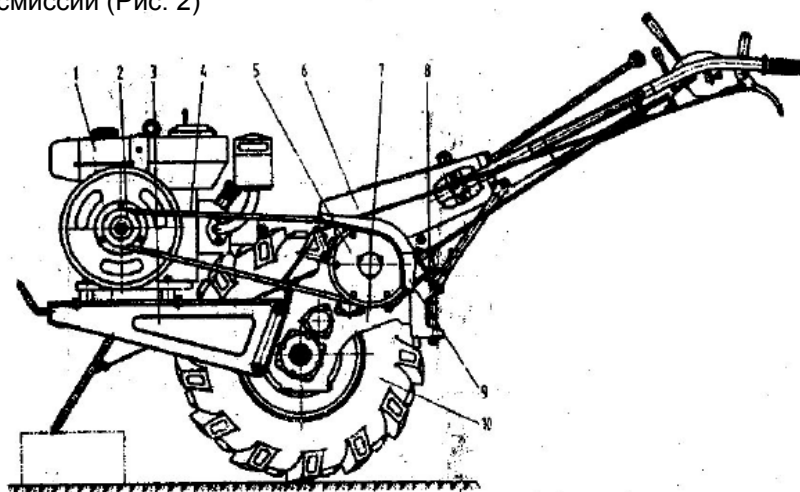

Рис. 1 Внешний вид и основные детали
1. Изображение и наименования основных деталей и компонентов (Рис. 1)